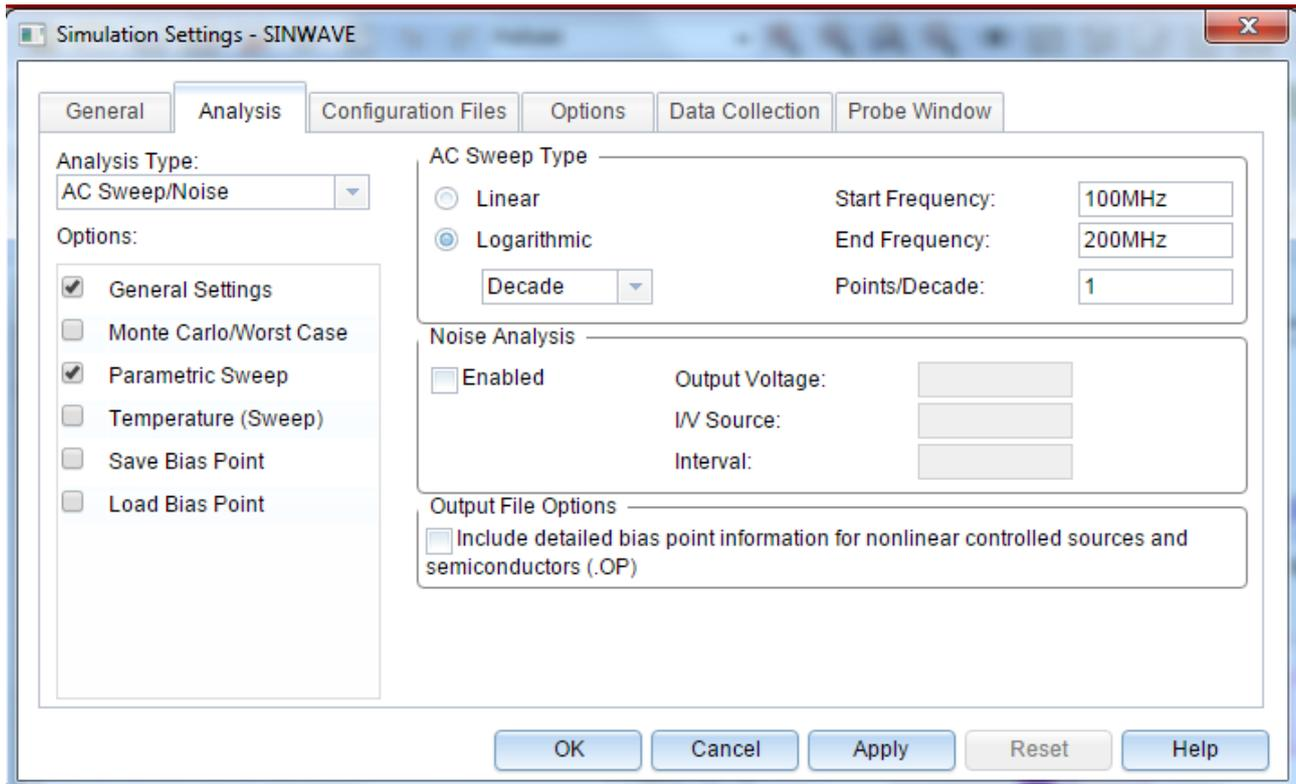

Рис. 11.11. Установка профиля моделирования с разверткой по частоте
5. Далее вам нужно будет настроить развертку параметрического моделирования вместе с анализом АС. Создайте новый профиль моделирования PSpice, например, ACSIN и выберите анализ AC Sweep / Noise от 100 МГц до 200 МГц при использовании логарифмической развертки с плотностью точек 1/декада (рис. 11.11). Нажмите Apply и Ok.